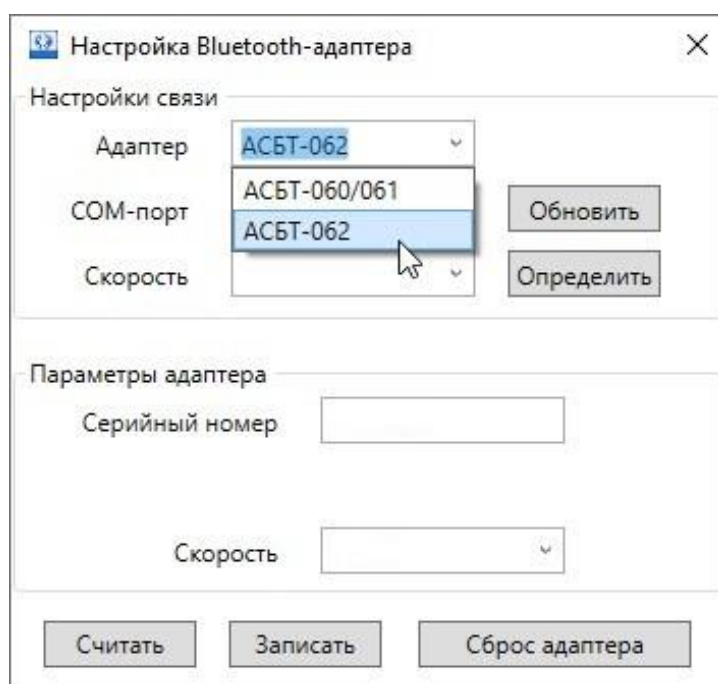

Рис.6. Выбор исполнения адаптера.
- 3.3.5. В поле **Адаптер**, из раскрывающегося списка выберите адаптер соответствующего исполнения (рис.6).